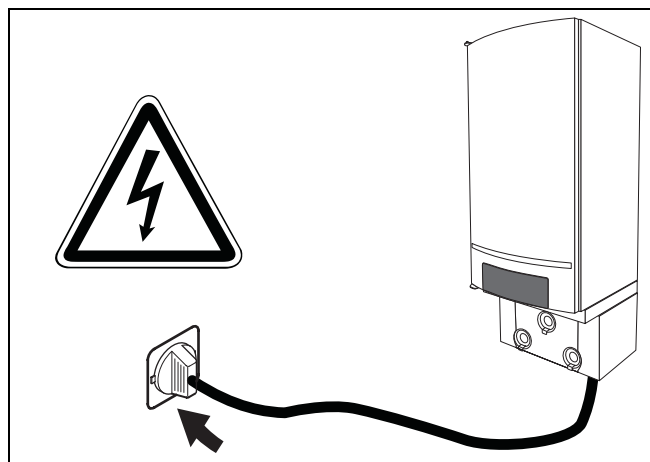

Fig. 43 Indsætning af strømstikket
- Sæt stikket (ikke leveret med) til netkablet ind i kontakten (230 VAC/50 Hz) (fig. 43).